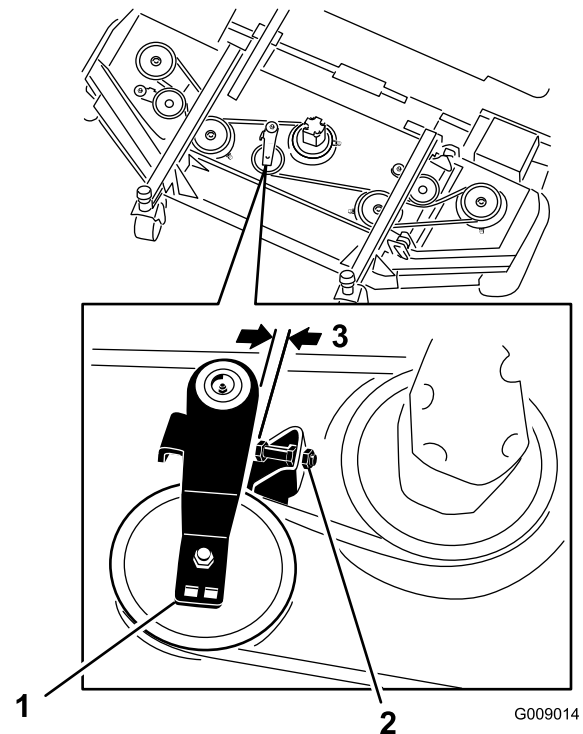

図 114
3. 前デッキの中央部分で、アイドルプーリのストップねじのジャムナットをゆるめ、ストップねじをブラケット内部まで進める 図 114。
4. ラチェットレンチのようなものを使って、各ウイングデッキのアイドルプーリを駆動ベルトから離してベルトの張りをなくし、ウイングデッキのプーリからベルトを外す 図 114。